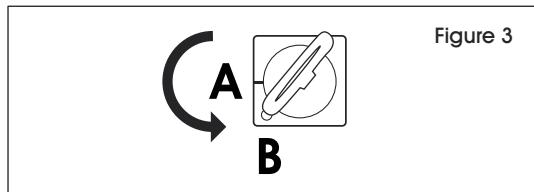

Figure 3
- Tournez-la dans le sens antihoraire vers la position B. (Voir Figure 3)